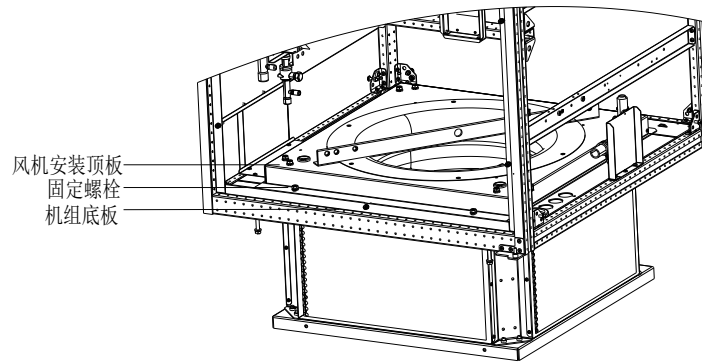

图3-17 下沉风机
- 4、紧握绞盘手柄，然后缓慢地逆时针旋转手柄使风机下沉，风机下沉后，如图 3-17 所示；
- 5、安装风机固定螺栓（见图 3-17，共 4 处）；